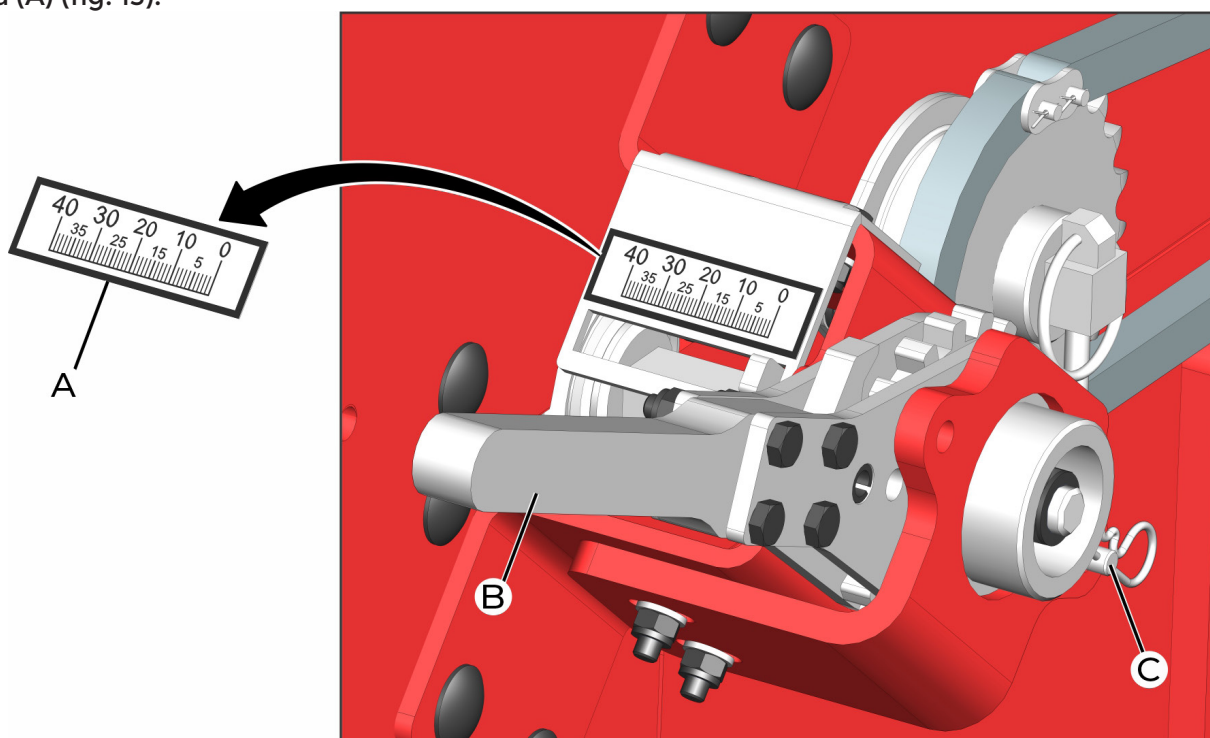

fig. 13
Si la cantidad de semillas no es la deseada, gire la palanca (A) (fig. 13) a otra posición de la escala (B) (fig. 13), en más o para menos y repita nuevamente la operación.
Al encontrar la posición deseada, bloquee el sistema a través del bloqueo (C) (fig. 13) de la palanca (A) (fig. 13).